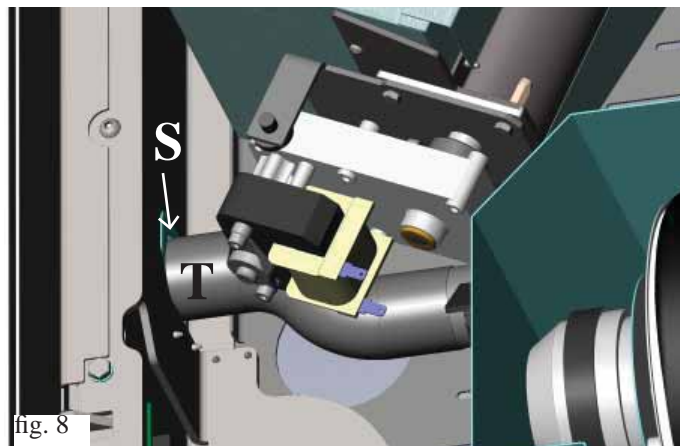

fig. 8
Abriendo la puerta pequeña anterior izquierda (fig.8) se puede desconectar el tubo flexible (T) de su soporte (S) y pasarlo por el orificio (U) en el respaldo de la estufa.